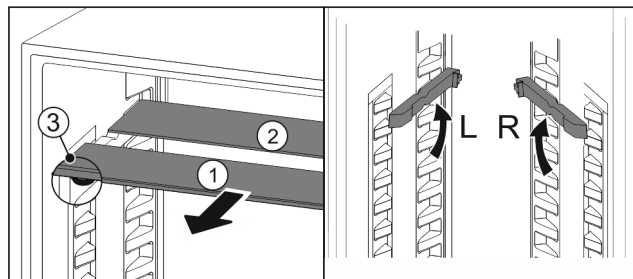

Fig. 127
- ▶ Træk glaspladerne ud enkeltvis fremad Fig. 127 (1).
- ▷ Glaspladen Fig. 127 (1) med pyntelisten ligger foran.
- ▷ Stoppene Fig. 127 (3) peger nedad.